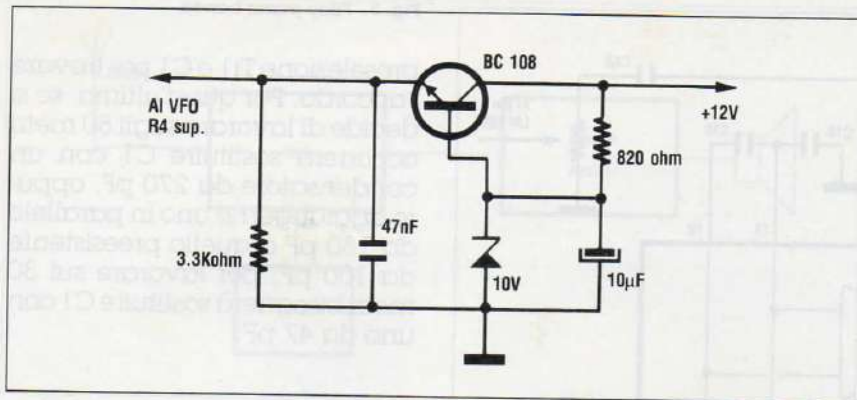

Fig. 4 - Stabilizzatore della tensione di sintonia
**Stabilità in frequenza:** meno di 350 Hz di deriva ogni 30 minuti, dopo l'assestamento iniziale. La stabilità dipende fortemente dalla qualità dei componenti impiegati nella sezione oscillatore locale ossia di L1, C11, DV1 e dalla stabilità della tensione di sintonia. Allo scopo di stabilizzare ulteriormente tale tensione, si è realizzato separatamente un semplice stabilizzatore di tensione, riportato in fig. 4, montandolo su millefiori.